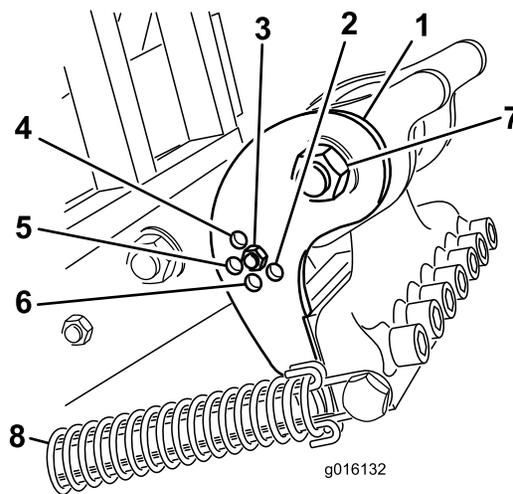

Figura 35
Defina o suporte da inclinação (Figura 35) para a posição correcta com base no comprimento dos dentes a utilizar. A paragem da cabeça está definida numa das posições pré-determinadas ao escolher o furo através do qual a alavanca de ajuste é aparafusada. Estes furos são apenas predefinidos; por exemplo, ao utilizar um dente de 25,4 cm numa posição de 30,48 cm, poderá obter um acabamento mais suave; dependendo da aplicação.
- Liberte a tensão da mola para a cabeça do dente (Figura 35).
- Retire a porca e o parafuso dos orifícios de ajuste no suporte da inclinação (Figura 35).